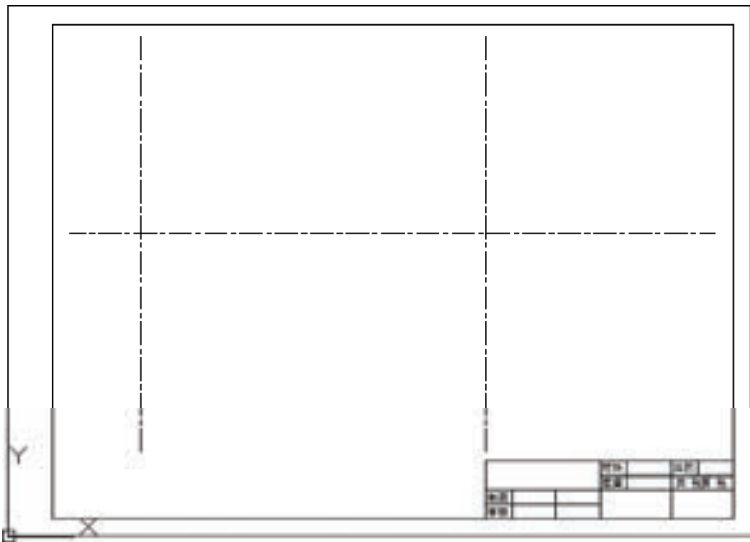

图 8-120 绘制中心线
- 2) 绘制中心线。单击“绘图”工具栏中的“直线”按钮, 绘制直线{(25,170), (410,170)}, 直线{(75,47), (75,292)}和直线{(270,47), (270,292)}, 如图 8-120 所示。